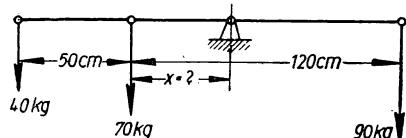

Bild 201
- 327.** An einem Hebel greifen drei senkrechte Kräfte nach Bild 201 an. In welchem Abstand x vom Angriffspunkte der mittleren Kraft muß der Hebedrehpunkt angeordnet werden, damit Gleichgewicht besteht? Die zeichnerische Lösung soll durch Rechnung nachgeprüft werden.